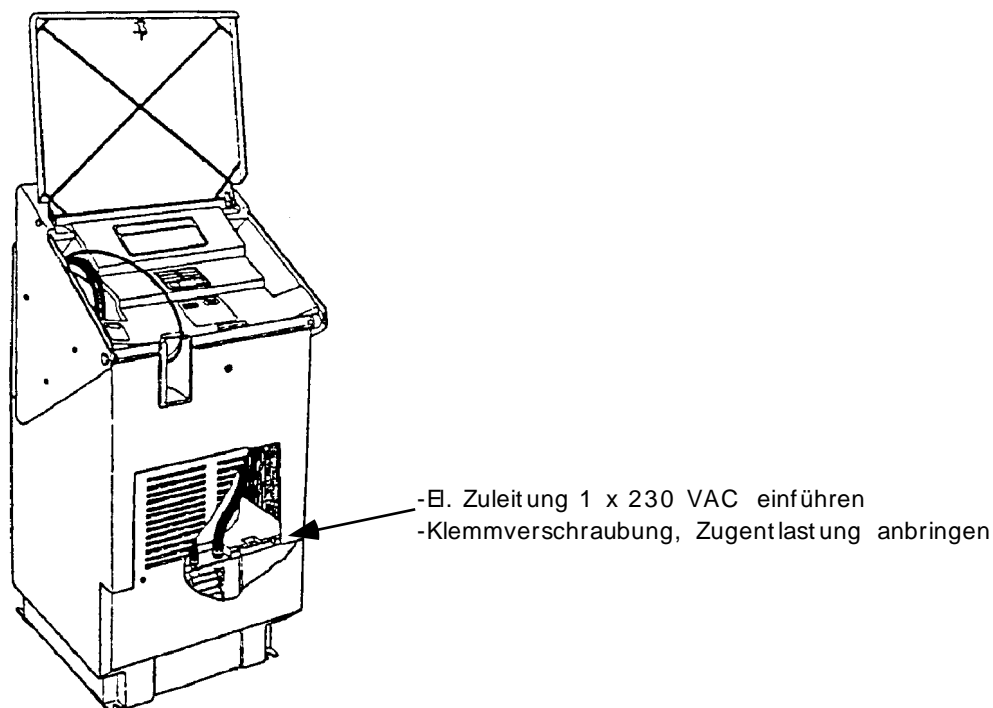

Bild 3 FuelMaker
Das Kabel muss unten am FM eingezogen werden (Bild 3, Kabeldurchführung), und anschliessend zum Elektronik-Modul hochgezogen werden.
**An der Kabeldurchführung (Bild 3) muss, durch den Installateur, eine Zugentlastung angebracht werden.**
Die Programmiervorrichtung kann via Elektronik Modul (Bild 3 / 4), gemäss mitgelieferter Instruktion, angeschlossen werden.